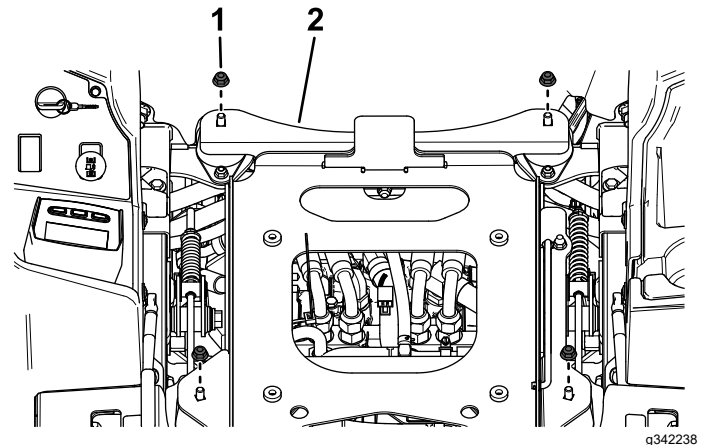

Figura 25
2. Retire las 4 tuercas con arandela prensada (3/8") de la placa de apoyo del asiento (Figura 25)